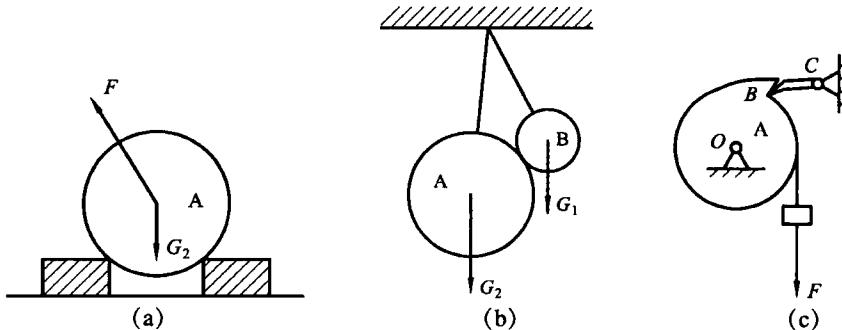

图 2.5
1. 画出图 2.5 中物体 A 的受力图（图中未标出重力大小的物体的自重不计）。